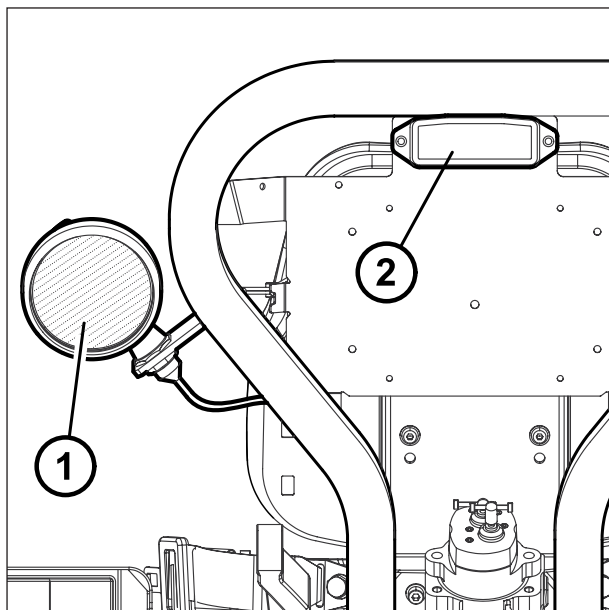

Fig. 49 - Faro de trabajo y luz matrícula
- a- Faro de trabajo trasero (opcional) (1 Fig. 49).
- b- Luz matrícula (2 Fig. 49).